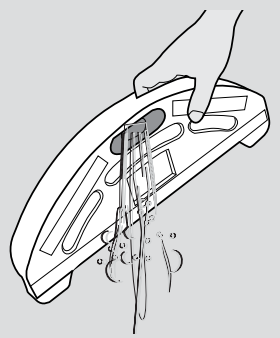

Fig. 16
4. Dopo la pulizia, rimuovere il serbatoio dell'acqua e il panno. Aprire il tappo di gomma ed eliminare l'acqua rimasta nel serbatoio. [Fig. 16]